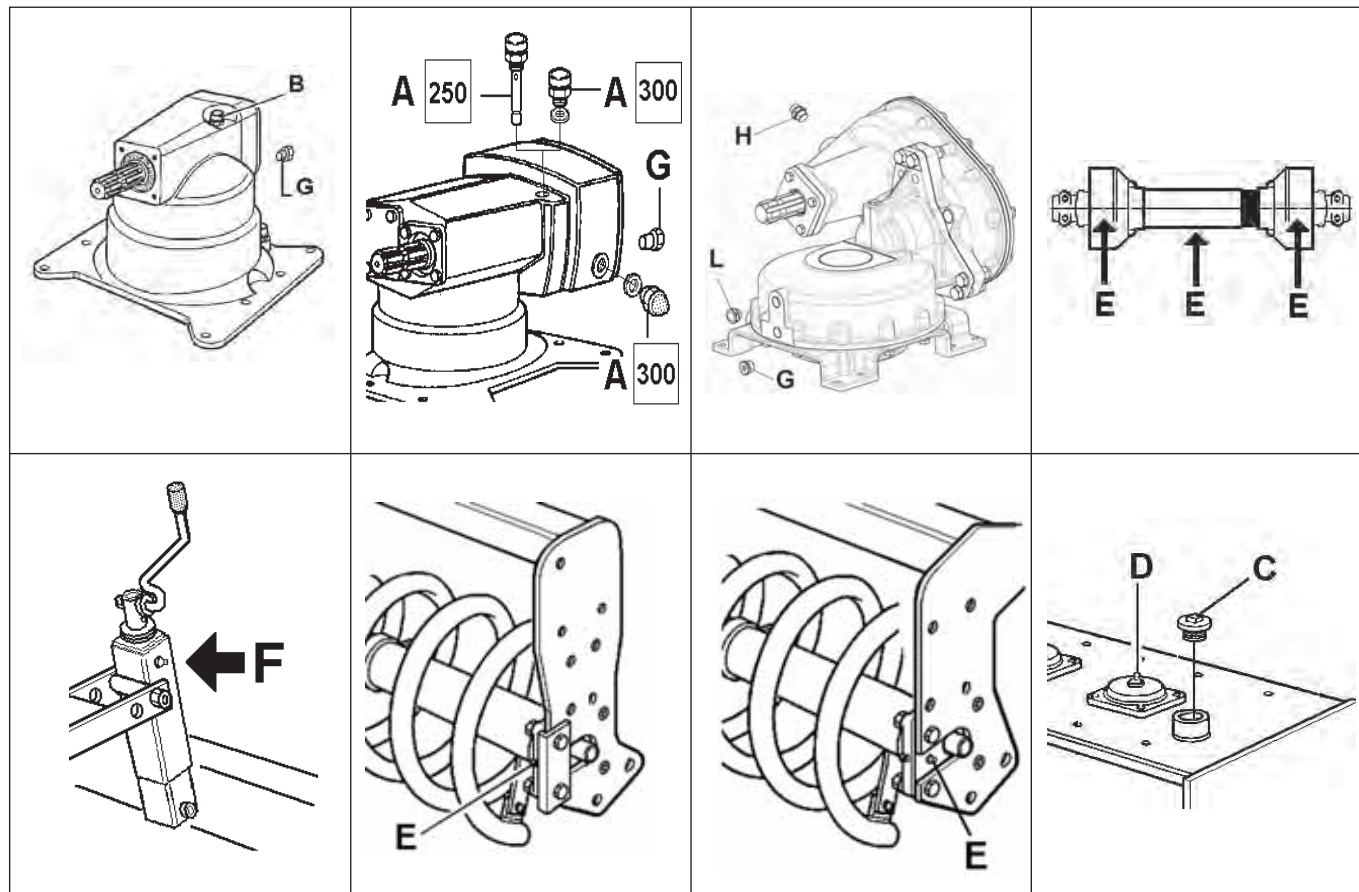

Fig. 32
- toutes les 8 heures de travail lubrifier les croisillons et le tube de le cardan E (Fig. 32);
- Alle 8 Betriebsstunden die verschiedenen seitlichen Gelenkwelle, rolle und gabeln schmieren E (Abb. 32);
- after every 8 hours service, grease the universal joint E (Fig. 32);
- cada 8 horas de trabajo engrasar los tubos y los cruceros del cardan E (Fig. 32);
- **ogni 8 ore di lavoro** verificare il livello olio del cambio o del riduttore; se insufficiente ripristinarlo **A-B-G-H-L** (Fig. 32);
- **ogni 20 ore di lavoro** ingrassare i supporti del rullo livellatore **E** (Fig. 32); l'eventuale sollevatore idraulico per la seminatrice; gli snodi delle fiancate mobili (per Rmax) e tutti i rimanenti punti di lubrificazione dotati di apposito ingrassatore;
- **dopo le prime 50 ore di lavoro** sostituire completamente l'olio del cambio o del riduttore **A - B** (Fig. 32);
- **dopo le prime 50 ore di lavoro** sostituire completamente l'olio del cambio o del riduttore **H - L** (Fig. 32);
- **ogni 50 ore di lavoro** verificare il livello del lubrificante nelle vasche ingranaggi; deve coprire il fondo della vasca per almeno 2 centimetri **C** (Fig. 32); ingrassare sugli appositi ingrassatori **F** (Fig. 32);
- **ogni 200 ore di lavoro** ingrassare sugli appositi ingrassatori **D** (Fig. 32);
- **ogni 400 ore di lavoro** sostituire completamente l'olio del cambio o del riduttore; pulire i tappi di scarico se magnetici **A-B-G-H-L** (Fig. 32);
- **toutes les 8 heures de travail** vérifier le niveau de l'huile dans la boîte du réducteur; si la quantité est insuffisante, rajouter de l'huile **A-B-G-H-L** (Fig. 32);
- **toutes 20h de travail**: lubrifier le support de le rouleau, **E** (Fig. 32); et l'attelage hydraulique pour la semoir se le montée.
- **Après les 50 premières heures de travail** vidanger entièrement l'huile de la boîte et du réducteur **A - B** (Fig. 32);
- **Après les 50 premières heures de travail** vidanger entièrement l'huile de la boîte et du réducteur **H - L** (Fig. 32);
- **toutes les 50 heures de travail** vérifier le niveau du lubrifiant dans les carters des engrenages; il doit couvrir le fond du carter pour au moins 2 centimètres **C** (Fig. 32); lubrifier à travers les graisseurs spéciaux **F** (Fig. 32);
- **toutes les 200 heures de travail** lubrifier à travers les graisseurs spéciaux **D** (Fig. 32);
- **toutes les 400 heures de travail** vidanger l'huile de la boîte ou du réducteur; nettoyer les bouchons de vidange s'ils sont magnétiques **A-B-G-H-L** (Fig. 32);
- **Alle 8 Betriebsstunden** den Ölstand im Schalt- oder Wechselgetriebe prüfen. Wenn der Stand zu tief ist, Öl an den Stellen **A-B-G-H-L** (Abb. 32) nachfüllen.
- **Alle 20 betriebsstunden**: Stützen und Spindel der Planierwalze **E** (Abb. 32); die oberen Stützen des Zahnradgehäuses.
- **Nach den ersten 50 Betriebsstunden** muss das Öl im Schalt- oder Wechselgetriebe ganz ersetzt werden. **A - B** (Fig. 32)
- **Nach den ersten 50 Betriebsstunden** muss das Öl im Schalt- oder Wechselgetriebe ganz ersetzt werden. **H - L** (Fig. 32)
- **Alle 50 Betriebsstunden** den Schmierstoffstand in der Getriebewanne prüfen. Der Boden der Getriebewanne muss mindestens 2 Zentimeter hoch mit Öl bedeckt sein (**C** Abb. 32); alle schmier-nippel Schmieren **F** (Abb. 32);
- **Alle 200 Betriebsstunden** Alle schmier-nippel Schmieren **D** (Abb. 32);
- **Alle 400 Betriebsstunden** den Ölstand im Schalt- oder Wechselgetriebe ganz ersetzen. Die Ablass-Stopfen reinigen, auch wenn sie magnetisch sind (**A-B-G-H-L** Abb. 32).
- or final drive **after every 8 hours service**. Top up if the level is low **A-B-G-H-L** (Fig. 32);
- **Every 20 hours of operation** grease the support of levelling roller **E** (Fig.32); the eventual hydraulic lifting device for the sowing machine (for Rmax), and every point which have a grease nipples.
- completely change the oil in the gearbox or final drive **after the first 50 hours service A - B** (Fig. 32);
- completely change the oil in the gearbox or final drive **after the first 50 hours service H - L** (Fig. 32);
- check the level of the lubricant in the gear trays **after every 50 hours service**. It must cover the bottom of the tray to a depth of at least 2 centimeters **C** (Fig. 32); grease through the special grease nipple **F** (Fig. 32);